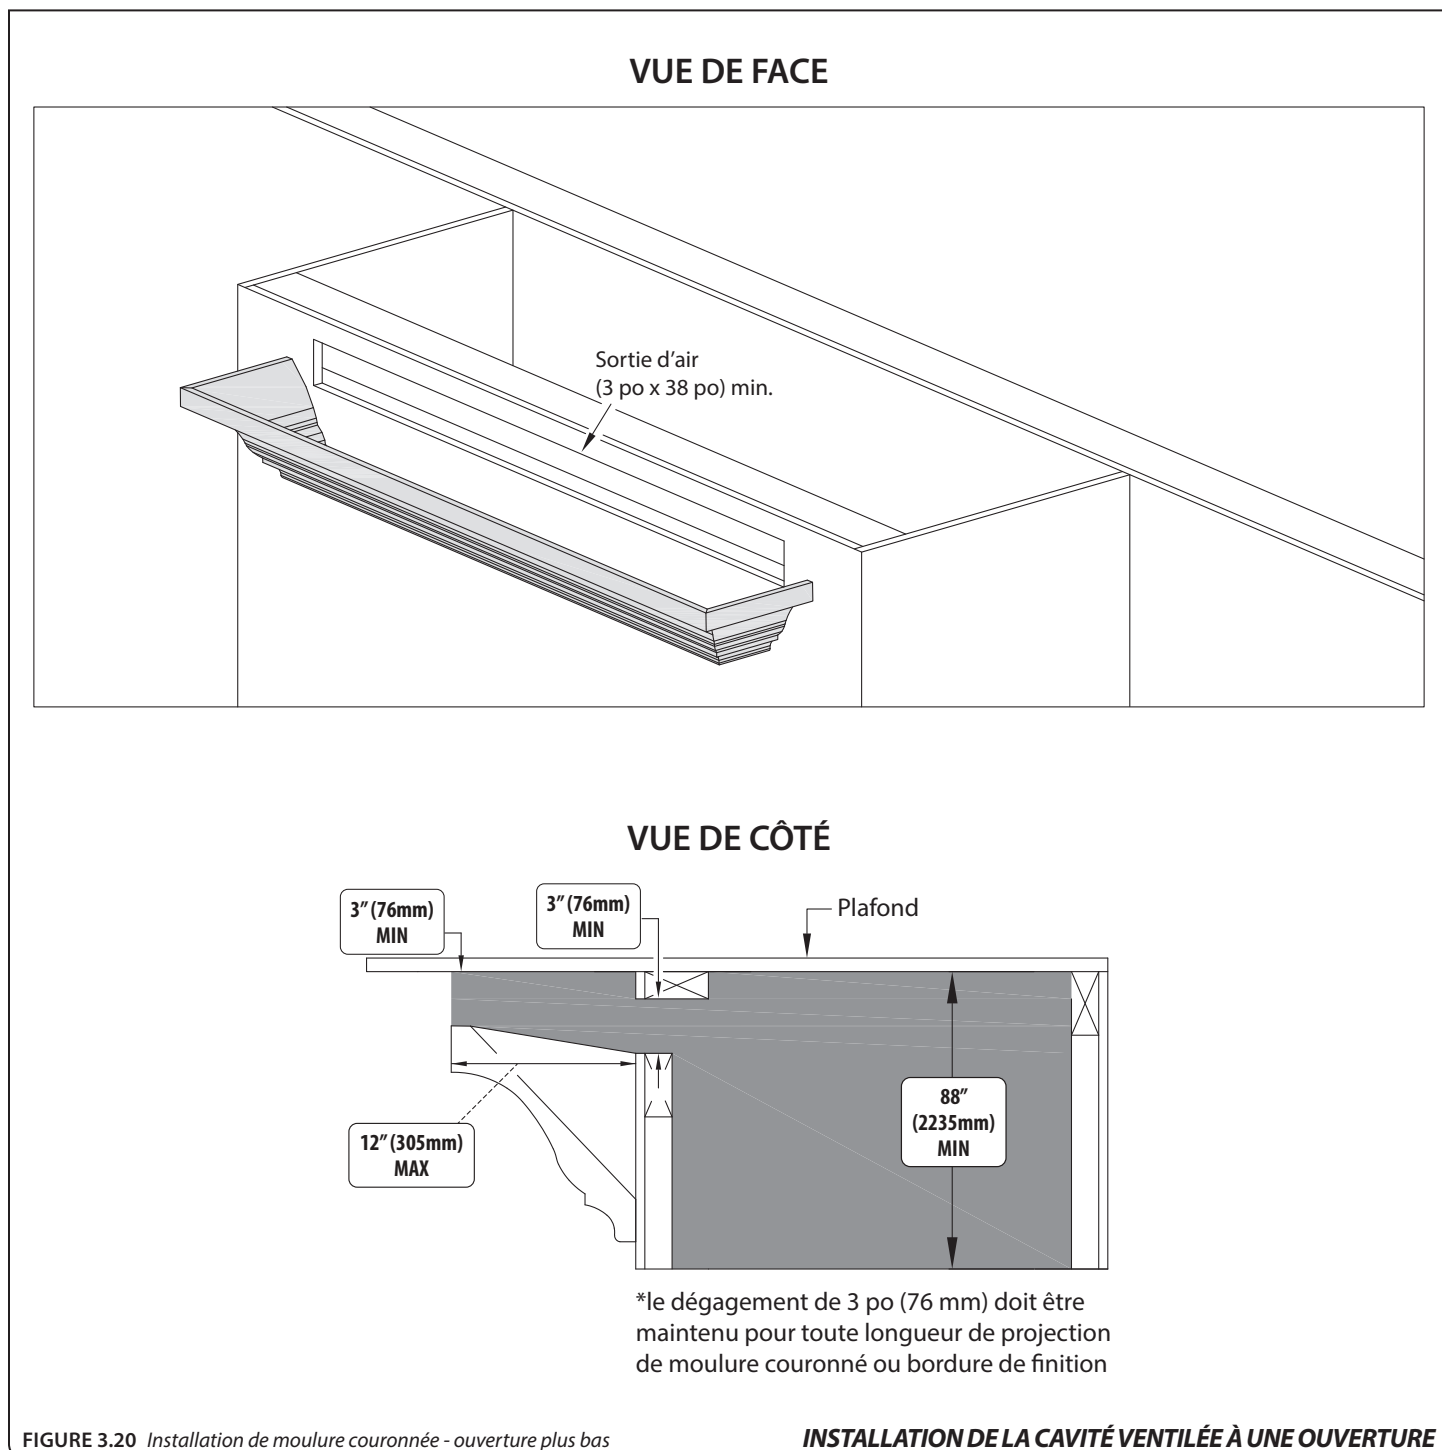

FIGURE 3.20 Installation de moulure couronnée - ouverture plus bas
- La **FIGURE 3.20** montre l'installation d'une moulure couronnée (ou bordure de finition similaire) allant jusqu'au bord de l'ouverture (plus bas) de sortie d'air. 12 po (305 mm) est la longueur maximale de projection de moulure couronnée ou de bordure de finition, et vous devez maintenir un dégagement de 3 po (76 mm) pour toute la longueur de moulure couronnée ou de bordure de finition. Cette moulure ou bordure ne doit pas réduire la surface d'ouverture minimale exigée.